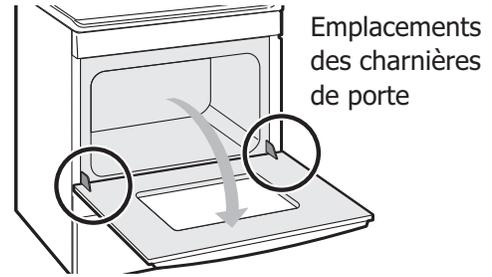

Figure 11 : Emplacement des charnières de porte
1. Ouvrir complètement la porte du four, parallèle au plancher (voir Figure 11).
3. Ouvrir complètement la porte du four, parallèle au plancher (voir Figure 11).